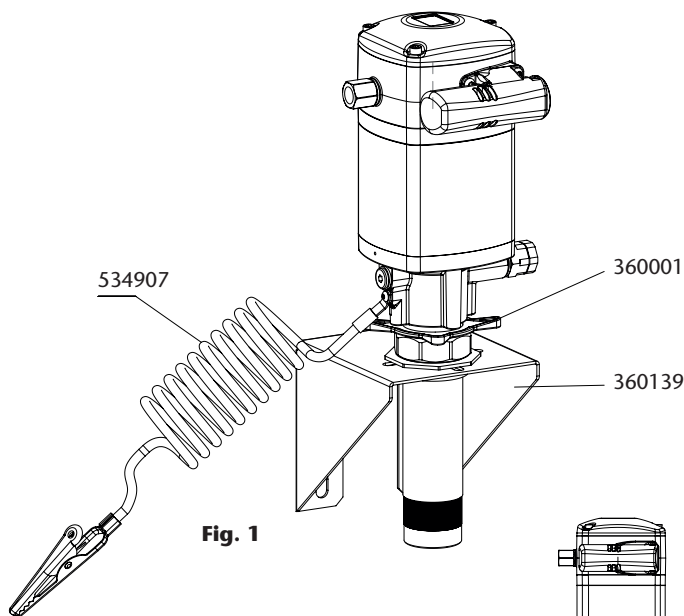

Fig. 1
- Montage mural avec adaptateur de bonde. Insérez la pompe à travers le support mural (360140) et la fixer avec l'adaptateur de bonde (360001) (Fig. 1).